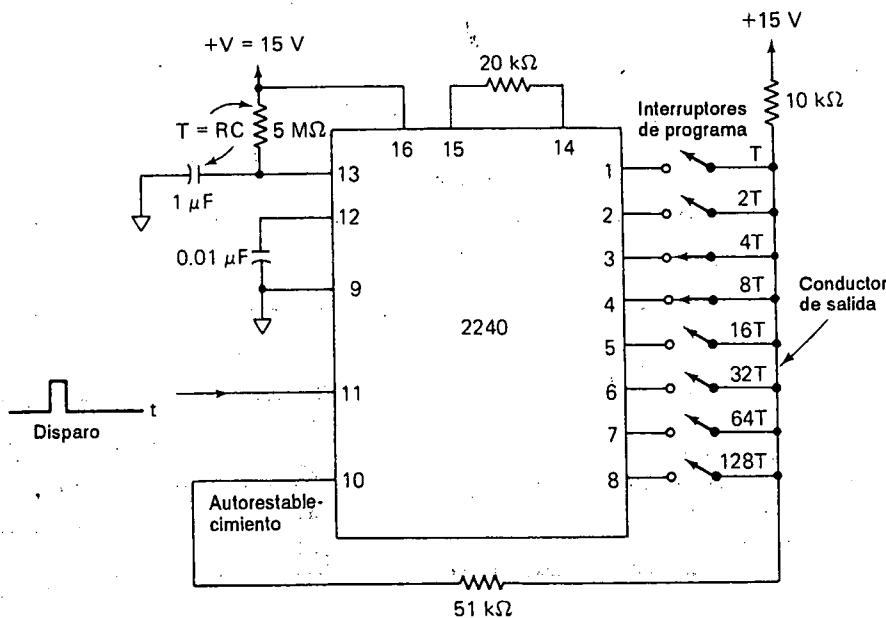
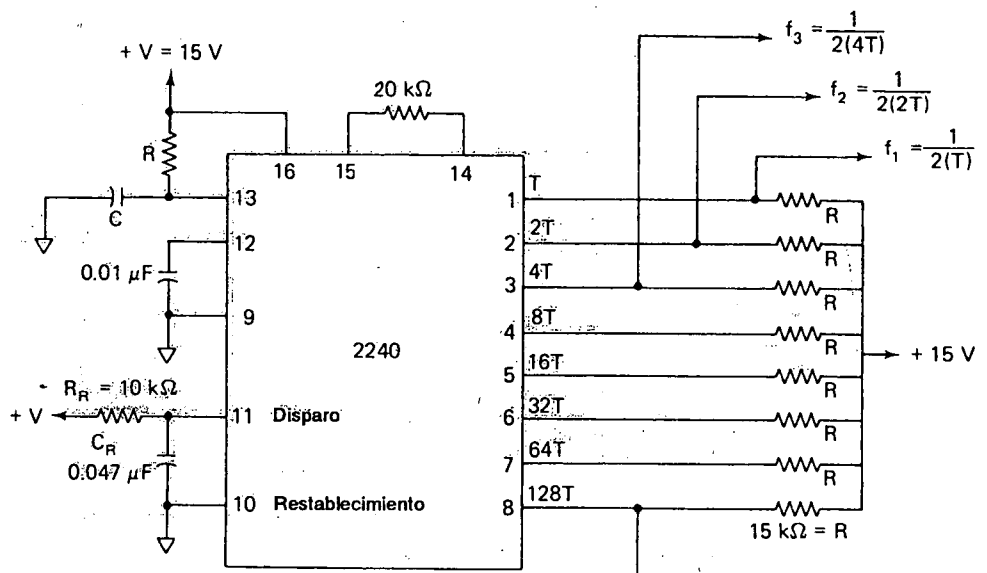
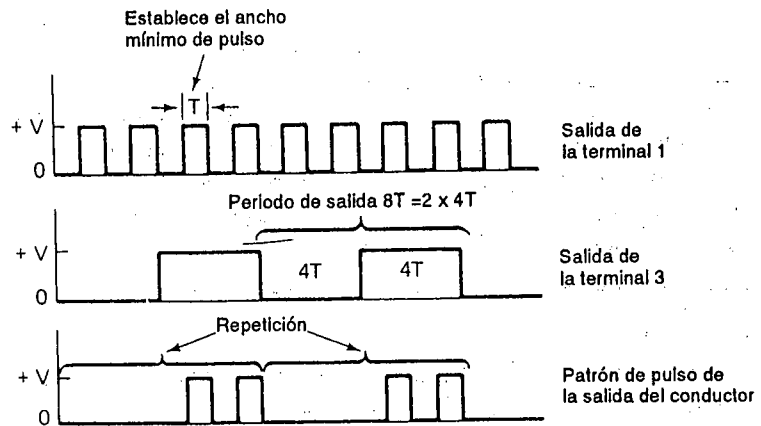

FIGURA 13-18 Temporizador programable de 5 a 21 min kl15 s en intervalos de 5 s.
FIGURA 13-19 Oscilador libre con salidas sincronizadas
FIGURA 13-20 Generador de señal de patrón binario con salidas T y $4T$ conectadas al conductor de salida.
El 2240 está cableado para operación monoestable en la aplicación de la figura 13-18 como temporizador programable. Cuando el disparo de entrada se va a alta, el conductor de salida va a baja para un periodo del ciclo igual a T_{sum} (véase la sección 13-8.3). Al final del ciclo temporizador, el conductor de salida se va a alta. La conexión del conductor de salida a través del resistor de $51 \text{ k}\Omega$ para restablecer la terminal 10 fuerza al temporizador a restablecerse por sí mismo cuando la salida se va a alta. Por tanto, después de cada pulso de disparo, el 2240 genera un intervalo temporizador de acuerdo con los interruptores de programación.
En la figura 13-18, $C = 1.0 \mu\text{F}$ y $R = 5 \text{ M}\Omega$ para establecer que el periodo base de tiempo dado por la ecuación (13-10) sea de 5 s. ¿Cuál es (a) el ciclo temporizador para la posición del interruptor que se muestra en la figura 13-18? (b) ¿el ciclo temporizador mínimo programable; (c) el máximo ciclo temporizador programable?
El 2240 opera como un oscilador libre en el circuito de la figura 13-19. La terminal de restablecimiento está conectada a tierra de modo que el 2240 permanecerá en su ciclo temporizador una vez que enciende. Cuando se aplica corriente, R_R y C_R acoplan un pulso que va a positivo en la entrada de disparo 11 para activar la base de tiempo interna de tiempo del oscilador.
En la figura 13-19, $T = 2.5$ ms; ¿cuáles frecuencias están presentes en (a) salida 1; (b) salida 2; (c) salida 3; (d) salida 4?
Los patrones de pulso similares a los que se muestran en la figura 13-20 se generan por la versión modificada de la figura 13-19. La modificación requiere que los ocho resistores de salida se reemplacen por interruptores de programa y una resistencia única de 10 k Ω similar al que se ilustra en la figura 13-18. También se elimina la resistencia de 51 k Ω entre el conductor de salida y la terminal de autorestablecimiento.
La salida es un tren de pulsos que depende de cuáles interruptores de programa están cerrados. El periodo del patrón de pulso se establece por el interruptor de programa más alto que está cerrado. Y el ancho de pulso se establece por el interruptor de programa más bajo que está cerrado. Por ejemplo, si están cerrados los interruptores $4T$ (terminal 3) y $1T$ (terminal 1), el patrón de pulsos se repite cada $2 \times 4T = 8T$ segundos (véase la figura 13-20). El ancho mínimo de pulso es $1T$. Para
determinar el patrón real de pulso, consúltense la carta de tiempo relacionada con la figura 13-16(b). Si los interruptores $1T$ y $4T$ están cerrados, hay un pulso de salida sólo cuando hay pulsos de salida en alta para cada línea. Los patrones de pulsos repetidos se muestran en la figura 13-20.
- 13-15. En el ejemplo 13-9, C se cambia a $0.1 \text{ }\mu\text{F}$ y R a $500 \text{ k}\Omega$. Obtenga (a) el periodo base de tiempo; (b) el ciclo de temporizado para las posiciones de interruptores que se muestran en la figura 13-18; (c) el ciclo máximo temporizador.